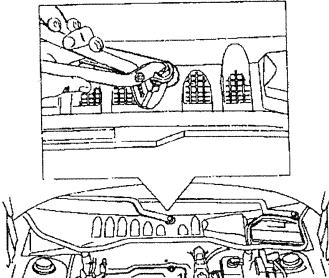

Рис.7.78.
87. Удалить рычаг стеклоочистителя (см. рис.7.78) и панель задней торцевой двери (см. стр.77). Удалить гайки стеклоочистителя и разъединить электрическое соединение.
90. Рычаги стеклоочистителя удаляют, как показано на рис.7.78.